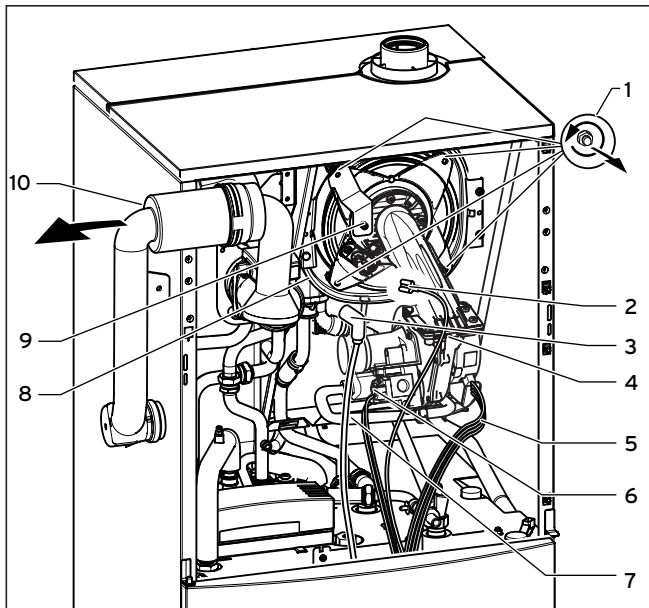

Abb. 8.2 Brennermodul ausbauen
- Trennen Sie die Gaszuleitung (7).
- Entfernen Sie die vier Muttern (1), siehe Abbildung 8.2.
- Ziehen Sie das Brennermodul (4) vom Integral-Kondensations-Wärmetauscher (8) ab, siehe Abbildung 8.2.